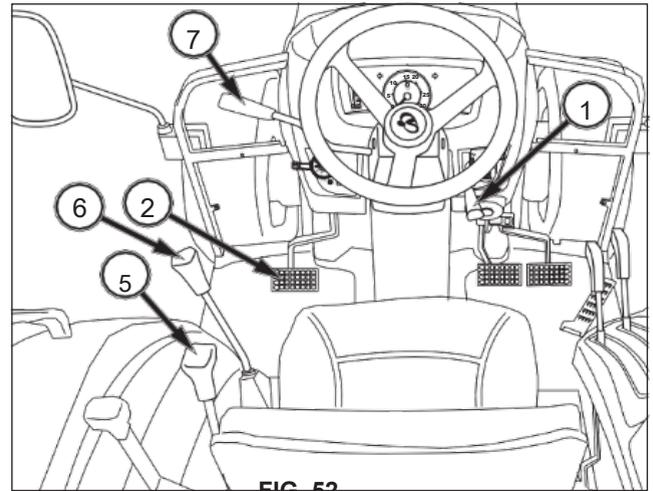

FIG. 52
FIG. 52 y 53: Para detener el tractor, desplace la palanca de aceleración manual (1) hacia atrás para disminuir el régimen del motor y la velocidad de desplazamiento. Presione el pedal de acoplamiento (2) y el pedal del freno (3 y 4) para detener el tractor. Lleve la palanca de cambio de gama de velocidad (5), la palanca principal de cambio de velocidad (6) y la palanca de sentido de la marcha (7) hasta la posición neutra.